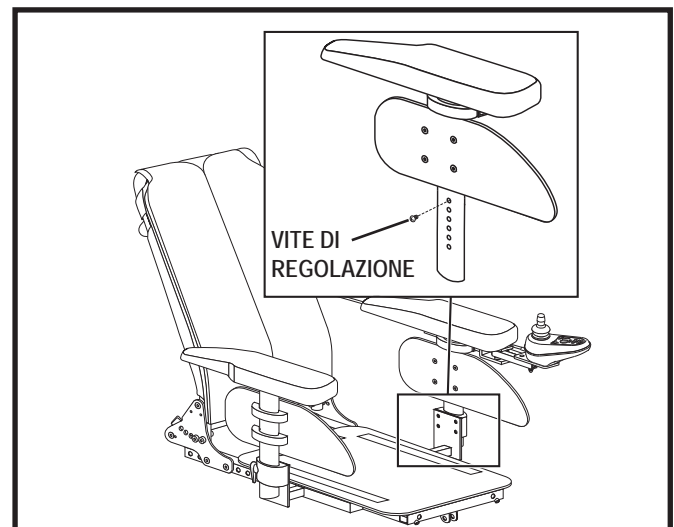

Figura 14. Regolazione della parte inferiore del bracciolo
3. Riposizionare le viti di regolazione all'altezza desiderata. **Vedere figura 14.**